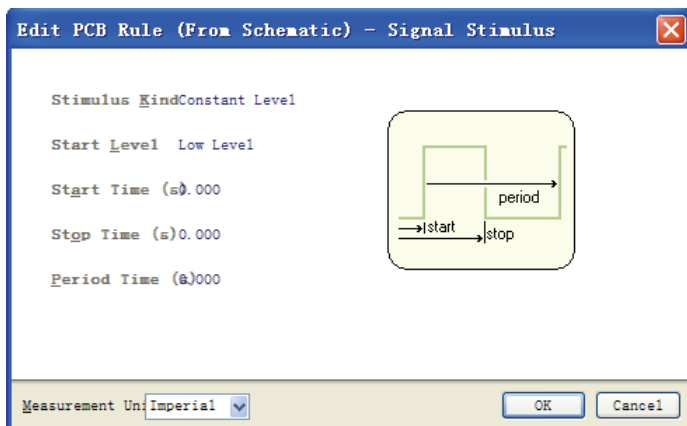

图 12-34 激励信号参数值设置对话框
(2) 双击选中的“Signal Stimulus”选项，打开激励信号参数值设置对话框，输入所设定的相应的值，如图 12-34 所示。